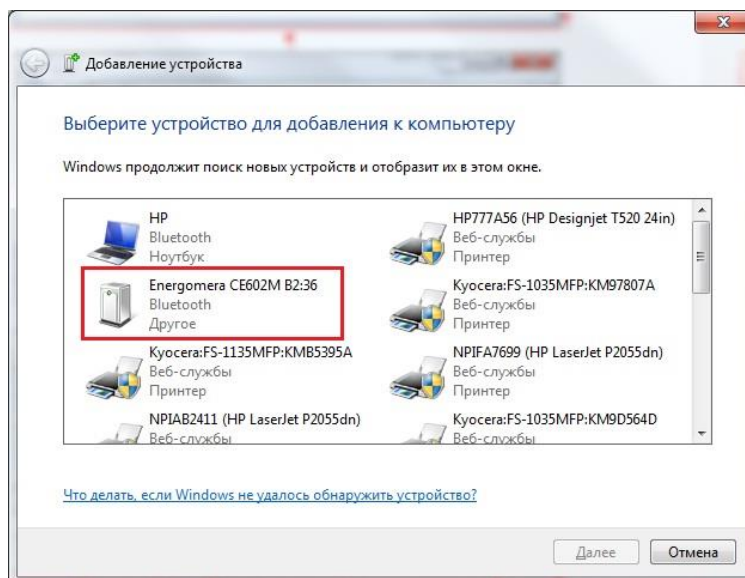

Рисунок 3.11 – «Добавление устройства».
- в окне «Добавление устройства» выбрать устройство с именем «Energomera CE602M XX:XX»¹ (рисунок 3.11), где XX:XX – комбинация шестнадцатеричных чисел, и